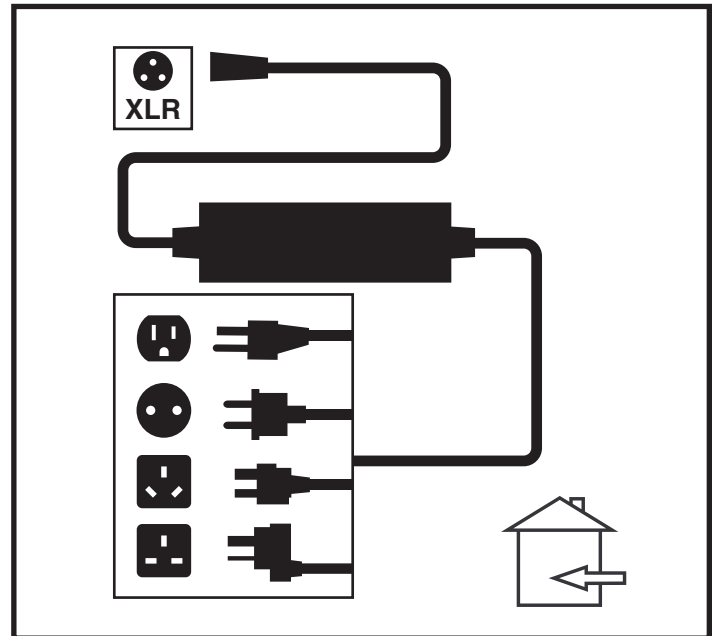

Figura 21. Caricamento della batteria
3. Collegare il caricabatterie esterno con la presa per caricabatterie esterno/programmazione sul joystick. **Vedere figura 21.**